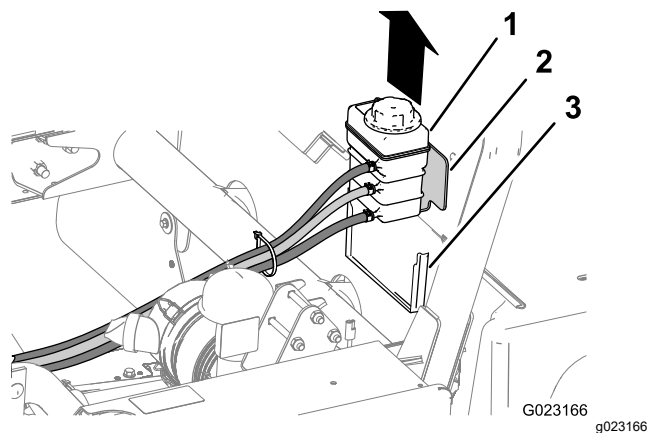

Figura 8
1. Ridicați rezervorul de lichid de răcire și scoateți-l din buzunarul de sprijin de pe spatele cadrului suport al scaunului (Figura 8).